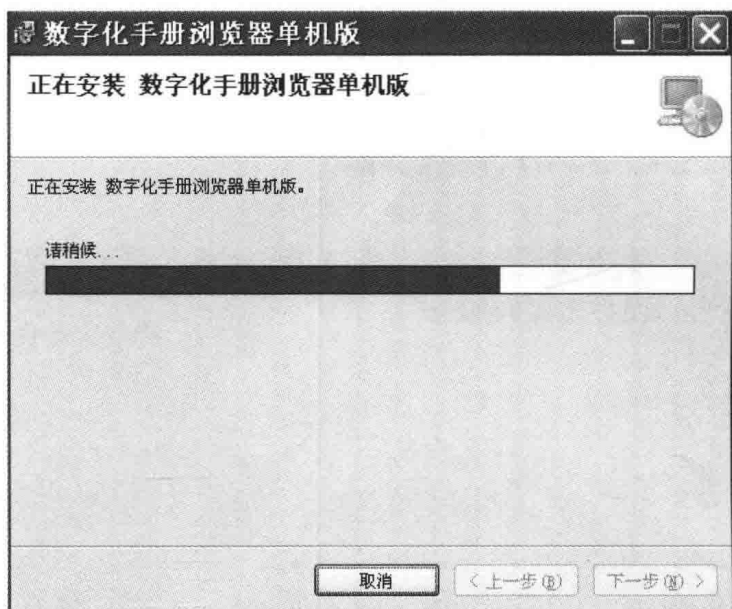

图 1-8 安装过程
7) 在安装过程中，安装向导显示如图 1-8 所示的安装过程。在此期间，用户可随时单击“取消”按钮，取消当前的安装。